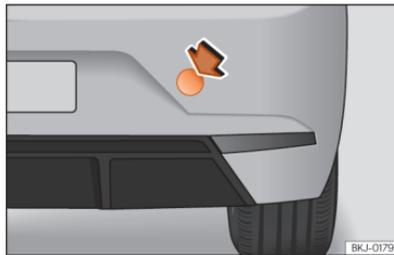

Abb. 158 Auf der rechten Seite des hinteren Stoßfängers: Abdeckung entfernen.
Die Abschleppöse wird in die hinter einer Abdeckung auf der rechten Seite des hinteren Stoßfängers befindliche Aufnahme eingeschraubt » (Abb. 158).
- Drücken Sie auf den oberen rechten Bereich der Abdeckung » (Abb. 158) und klinken Sie diese aus.